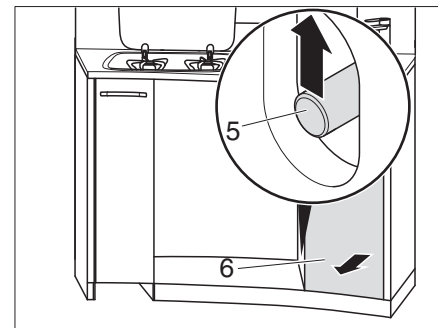

Fig. 126 Sbloccare il cassetto alto della cucina
- Introdurre una mano nell'apertura e spingere l'asta di spinta (Fig. 126,5) verso l'alto.